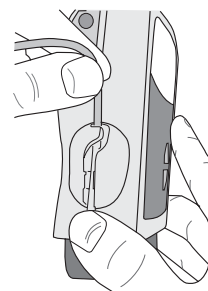

図3
- ・ゆっくりとチューブを垂直方向へ引っ張り、チューブを確実に溝にはめます(図3)。チューブ取り付けがきちんとできていない場合、ポンプ作動時に「キホウケンチ」と画面表示され、アラーム音が発生します。再度チューブを取り付け直してください。